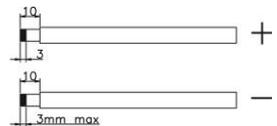

Abbildung 4
Schritt 3: Entfernen Sie die Isolation in einer Länge von 10mm für positive und negative Leiter. Siehe hierzu Abbildung 4.